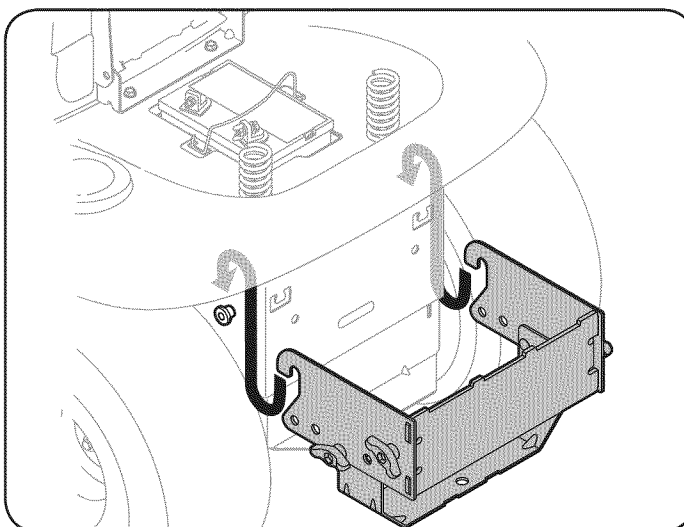

Figure 27
1. Coloque los extremos con gancho de la unidad de montaje sobre los pernos con reborde, como en la Figure 27, en el tractor y alinee el orificio central de la ménsula de soporte de enganche con el orificio del enganche del tractor.